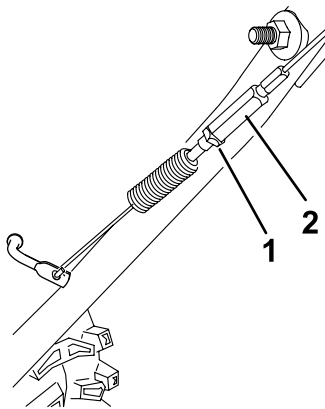

Figura 29
- 5. Allentate il controdado (Figura 29).
- 6. Allentate o serrate il tornichetto che regola la tensione del cavo (Figura 29).